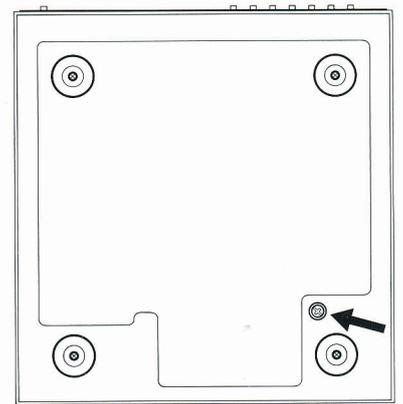

Fig. 2
- Zentrierstück ①.
1. Entfernen Sie bitte zunächst die **Transportsicherungsschraube** in der Bodenplatte auf der Unterseite des Gerätes! (Fig. 2)